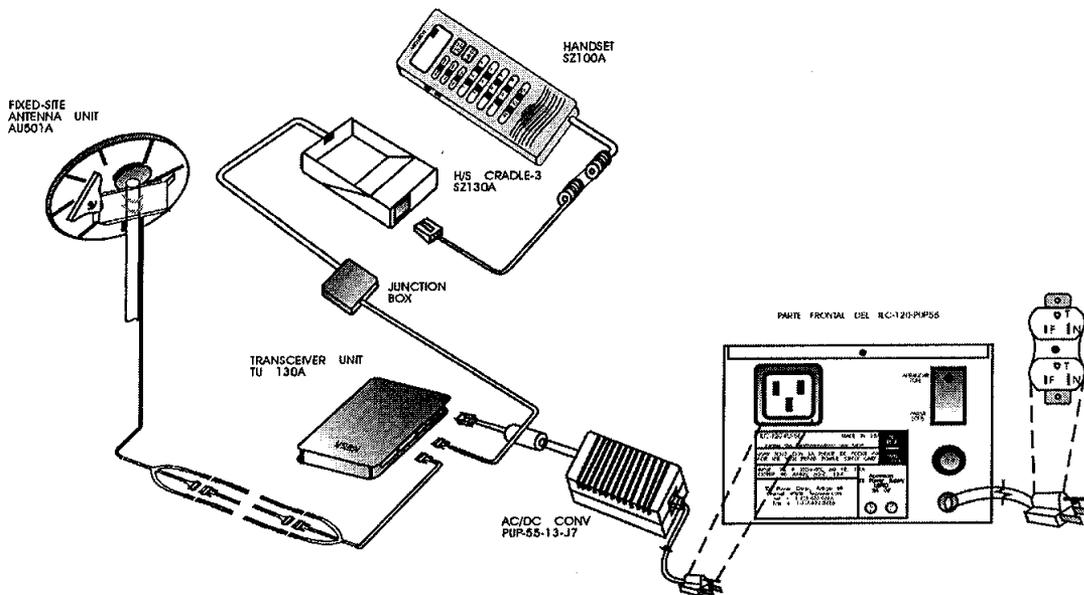

FIG. 11
1. Verifique manualmente el correcto enchufe de todas las interconexiones para su modalidad de corriente alterna. Ver. Fig. 11